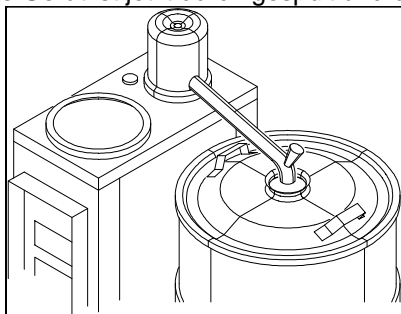

Abb. 11A
4. Den Auslauf des Brühkopfes in die richtige Position oberhalb der Öffnung des Sprühdeckels bringen (Abb.11A).
6. Drehen sie den Schwenkarm über das Loch im Sprühdeckel (Siehe Abb.11A und 11B).